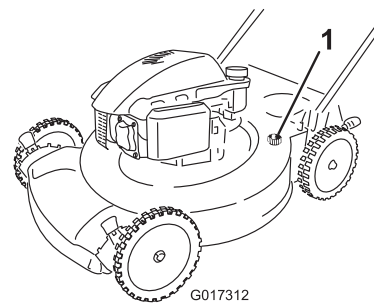

Figure 31
4. Branchez un tuyau d'arrosage, relié à une arrivée d'eau, au raccord de lavage de la machine (Figure 31).